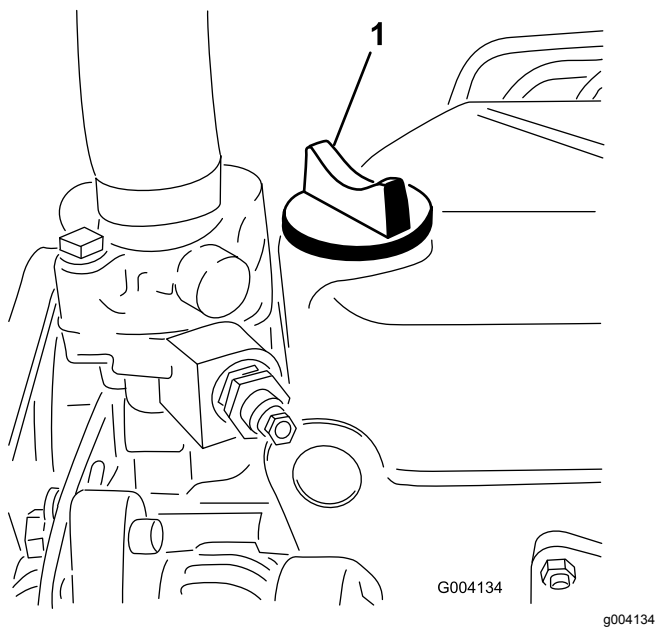

Bild 30
5. Wenn der Ölstand unter der Voll-Markierung liegt, nehmen Sie den Fülldeckel ab (**Bild 30**)